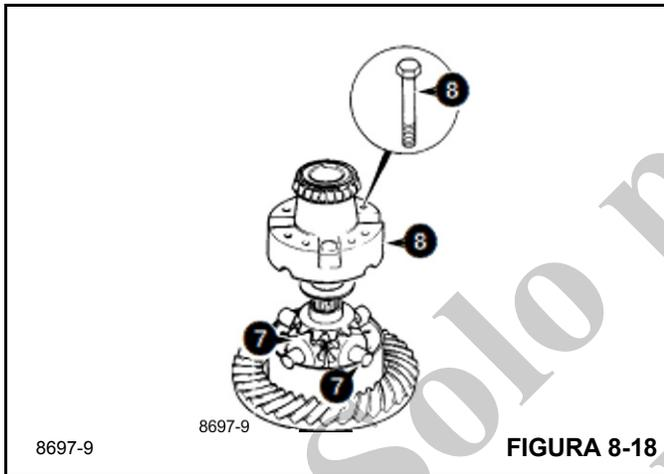

FIGURA 8-18
- Arme los engranajes del diferencial y sus arandelas esféricas en la mitad inferior de la caja (Figura 8-18). Instale los conos de cojinete del diferencial.